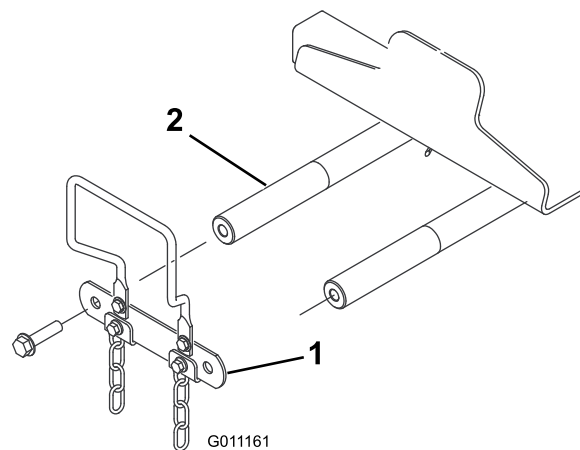

Рисунок 13
- Отверните 2 болта крепления тяги оси поворота подъемного рычага к осям поворота подъемного рычага и снимите, сохранив для будущего использования, тягу оси поворота и болты (Рисунок 13).